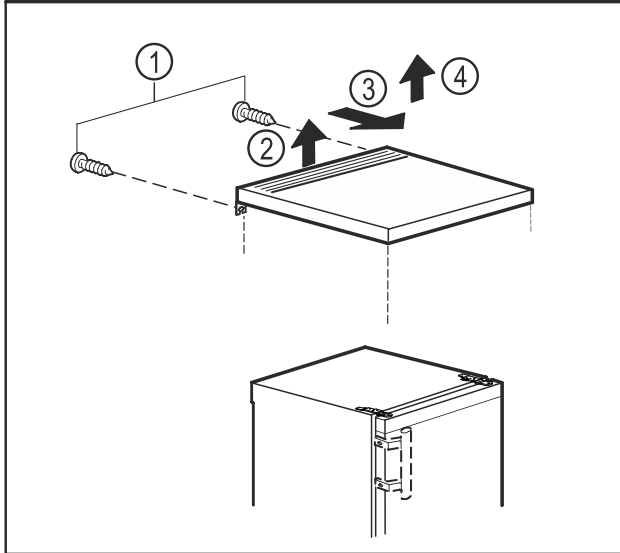

Fig. 9
- ▶ Retirar los tornillos de la parte posterior. Fig. 9 (1)
- ▶ Levantar el tablero en la parte trasera. Fig. 9 (2)
- ▶ Empujar el tablero hacia delante. Fig. 9 (3)
- ▶ Retirar el tablero hacia arriba. Fig. 9 (4)